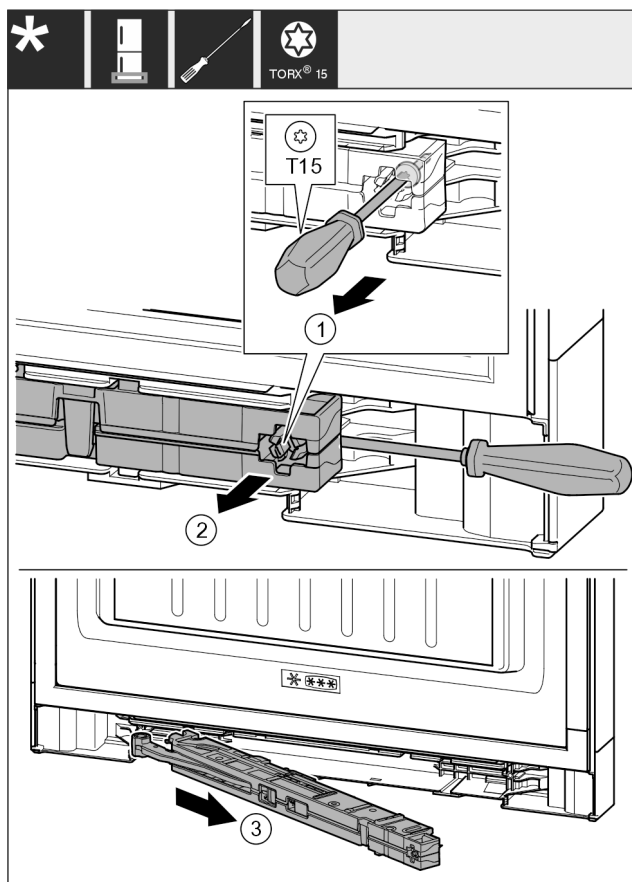

Fig. 17
- Ослабьте винт Fig. 17 (1) на узле амортизатора закрывания двери с помощью отвертки на 14 мм.
- При помощи отвертки отведите узел амортизатора закрывания двери Fig. 17 (2) со стороны ручки вперед.
- Извлеките узел амортизатора закрывания двери Fig. 17 (3).